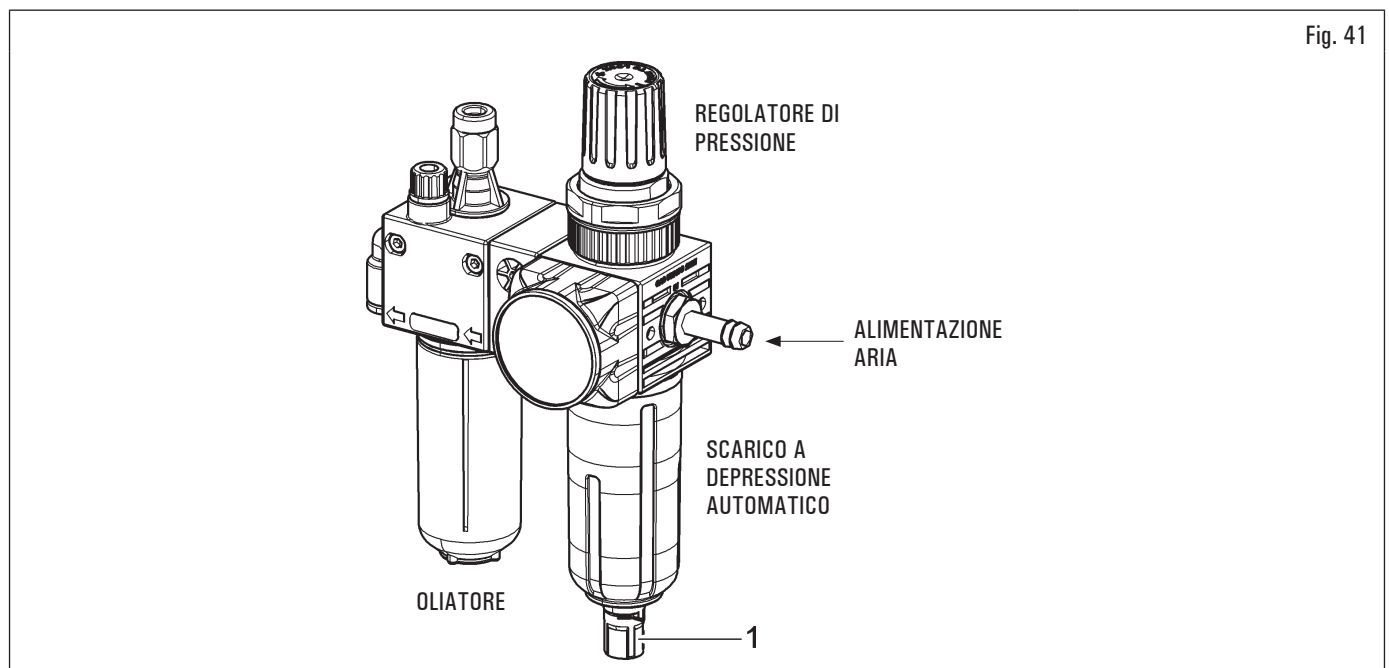

Fig. 41
- Il gruppo di condizionamento è dotato di uno scarico a depressione automatico quindi non necessita di nessun intervento manuale da parte dell'operatore (vedi Fig. 41).
Per garantire una buona funzionalità ed evitare la condensa nei gruppi trattamento aria con scarico semi-automatico, occorre verificare che la valvola (Fig. 41 rif. 1), situata sotto il tappo, sia nella posizione corretta. Il tappo deve essere ruotato correttamente per attivare una corretta funzione di scarico.